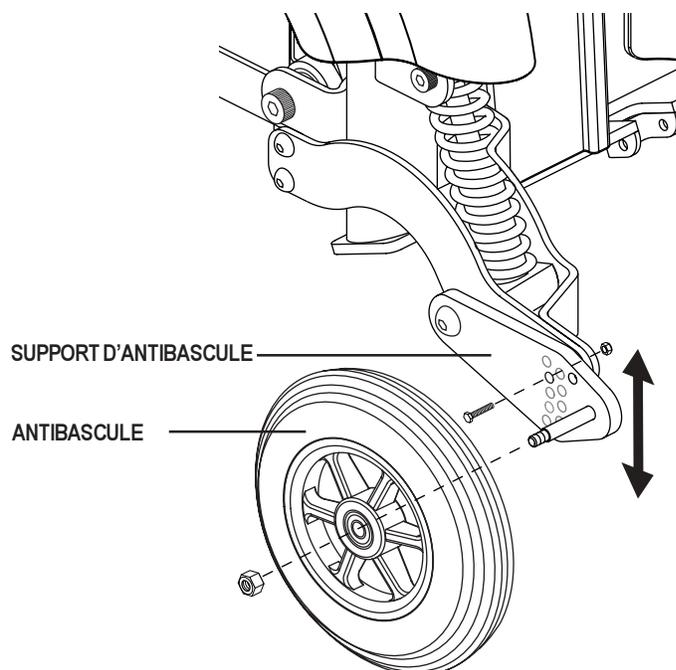

Figure 20. Réglage roulette antibasculé
1. Enlevez la roulette antibasculé. Voir la figure 20.
2. Retirez l'écrou et le boulon du support de roulette. Voir la figure 20.